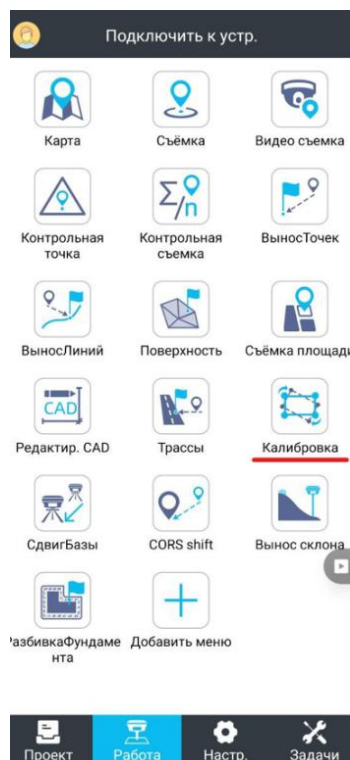

Рисунок 4.1.1
1. В LandStar перейдите в меню Работа – **Калибровка** (Рисунок 4.1.1).